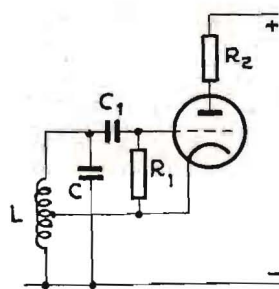

Fig. 14. Självstryppande oscillator (Hartleykoppling).
a) Den som först beskrives är en vanlig »Hartley-oscillator» (fig. 14),